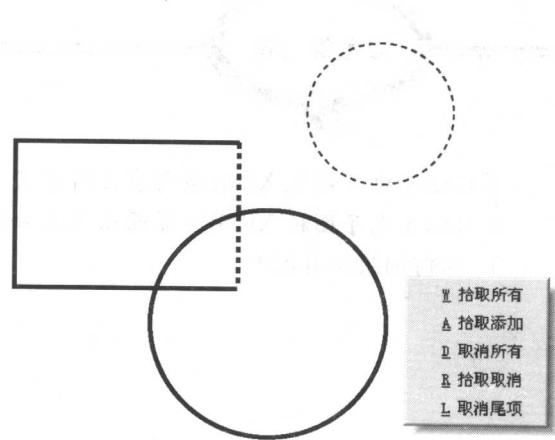

图 1-6 空格键拾取菜单
(3) 空格键拾取菜单。在拾取状态下单击 **Space** (空格) 键, 出现如图 1-6 所示的空格键拾取菜单。